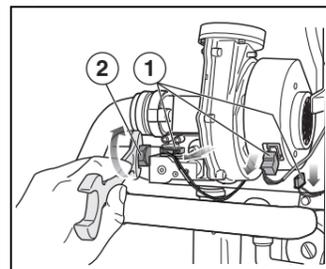

Fig. 5
- Neem de 3 stekkers los van de ventilator en het gasregelblok (→ fig. 5, [1]).
- Draai de wartel los van de gasleiding op het gasregelblok (→ fig. 5, [2]).